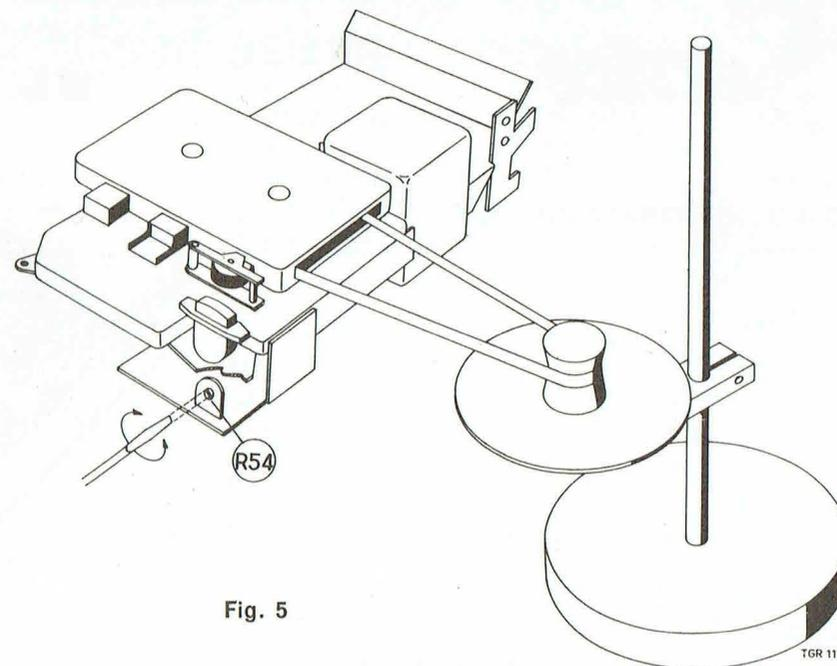

Fig. 5
La vitesse est réglable à l'aide de R 54 (voir fig. 5).
- Disposer à côté de l'appareil un disque stroboscopique. (N° de code U 08 032) ; placer la bande sur la poulie de ce dernier (voir figure 5).